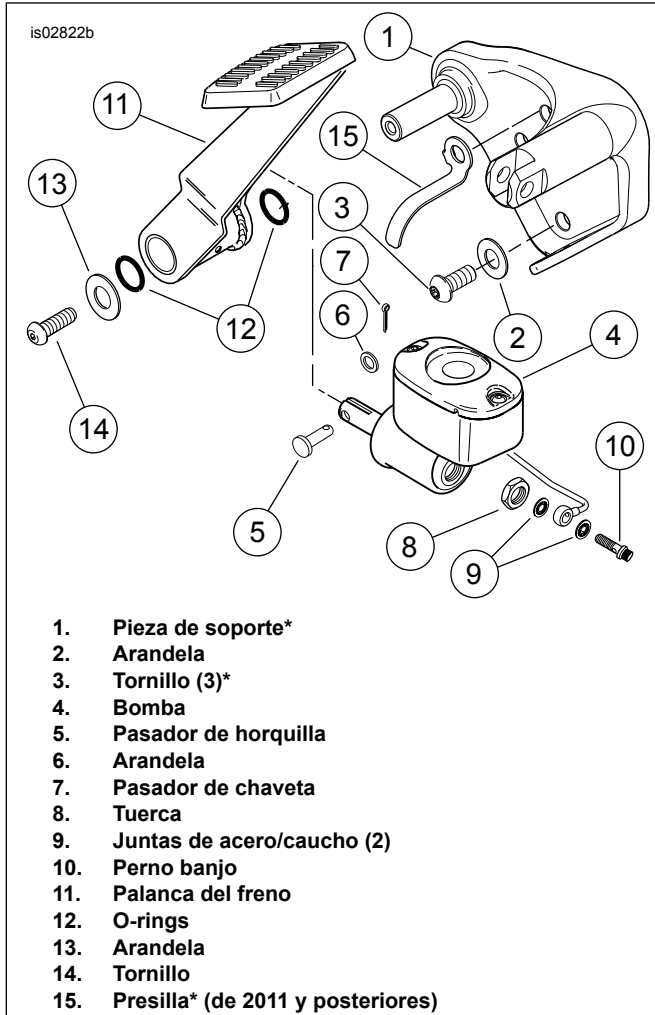

Figura 1. Lado derecho de la pieza de soporte de montaje de la placa apoyapiés y componentes de la palanca del freno
- Vea Figura 1. Extraiga la palanca del freno FL (11) y el taco apoyapiés (no se muestra).
- Extraiga la bomba de la motocicleta (4), de acuerdo con las instrucciones del Manual de servicio.
- Obtenga del kit, la nueva pieza de soporte cromada del lado derecho (1) y los tres tornillos cromados (3).
- Vea Figura 1. Coloque las arandelas (2), extraídas anteriormente, sobre las roscas del tornillo. Aplique LOCTITE® 243 (azul) a las roscas e instale el nuevo conjunto de la pieza de soporte a la estructura de la motocicleta. Apriete los tornillos a 54,2 N·m (40 ft-lbs).
- Obtenga la nueva palanca del freno (11) y asegúrese de que los o-rings (12) permanezcan en su posición. Deslice la nueva palanca del freno sobre el eje de la pieza de soporte de montaje. Instale el tornillo (14) y la arandela (13). Apriete a 16–22 N·m (12–16 ft-lbs).